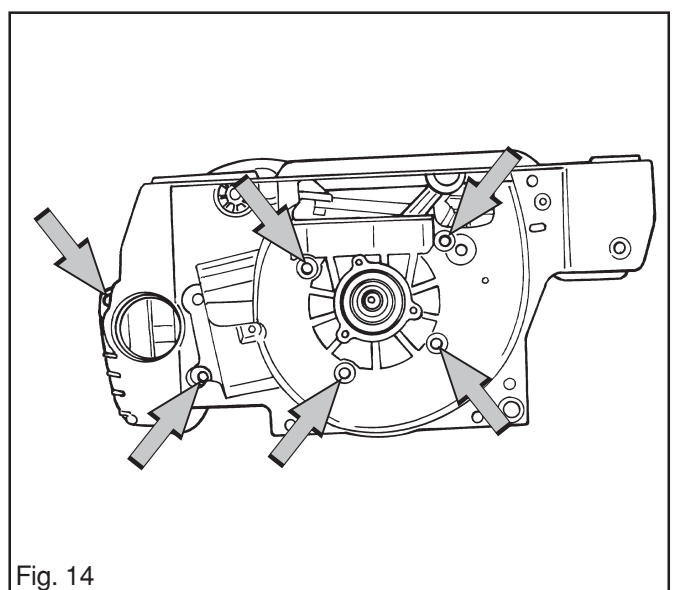

Fig. 14
- Monter les six vis. Les serrer en alternance. Serrage final de 8 Nm. Voir la fig. 14.